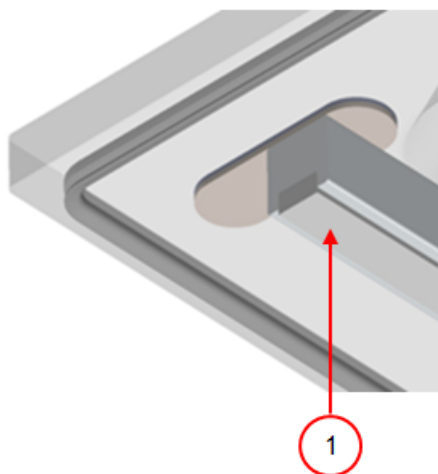

Figura 17: Sustitución de la goma de silicona de los soportes de silicona
1. Tire de la goma de silicona antigua para sacarla del soporte, consulte la *Figura 17: Sustitución de la goma de silicona de los soportes de silicona* en la página 62.